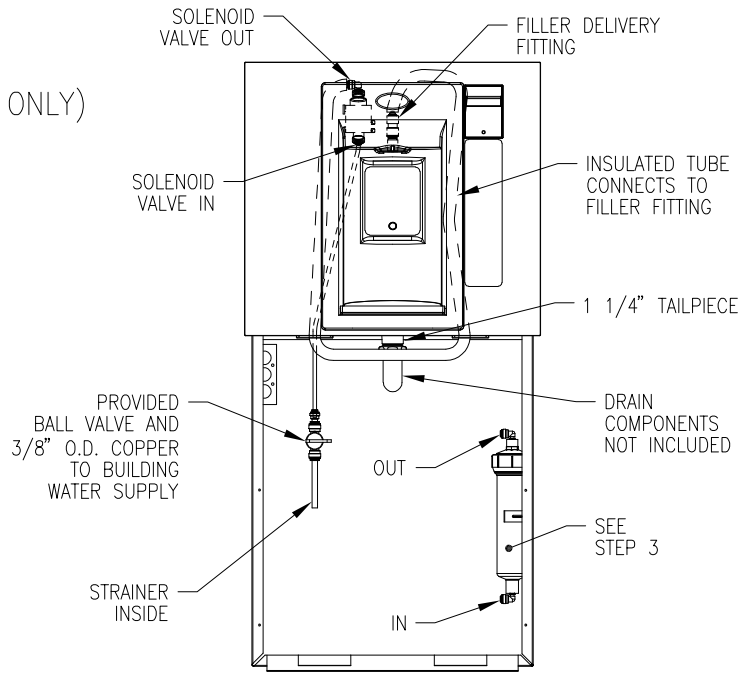

FIG. 2
- A) MOUNT FILTER CLIP TO FRAME. (SEE FIG. 2)
- C) CUT WATER LINE SHOWN FROM SOLENOID VALVE OUT TO BOTTLE FILLER DELIVERY FITTING. SQUEEZE END OF TUBE BACK TO ROUND SHAPE AS NEEDED. (SEE FIG. 2)